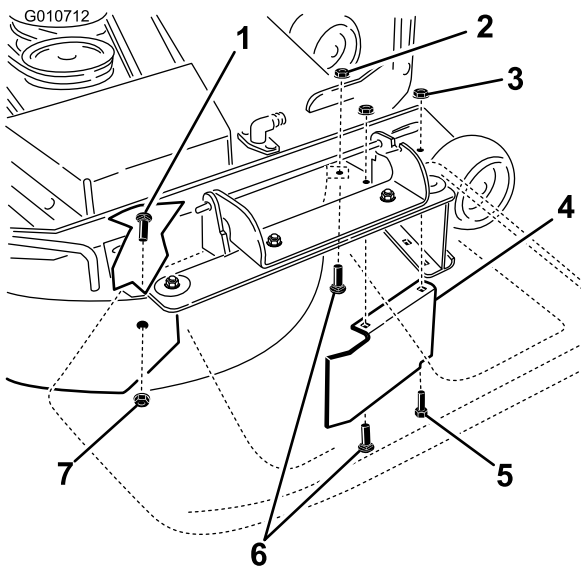

Bild 32
9. Entfernen Sie die Schlossschraube (5/16 x 3/4 Zoll) und Sicherungsmutter (5/16 Zoll) an der hinteren Wand des Mähwerks, mit der das Ablenkblech am Mähwerk befestigt ist (Bild 32).
10. Ermitteln Sie den Ablenkblechschild an der vorderen Kante der Seitenauswurföffnung. Entfernen Sie die Befestigungen, mit denen der Ablenkblechschild und das rechte Ablenkblech am Mähwerk befestigt sind, siehe Bild 32. Entfernen Sie den Ablenkblechschild und bewahren Sie die Befestigungen auf.
12. Bringen Sie die Befestigungen an, die Sie vorher aus den vorderen Löchern in der Auswurfplatte und dem vorderen Loch am Mähwerk entfernt haben (Bild 32).